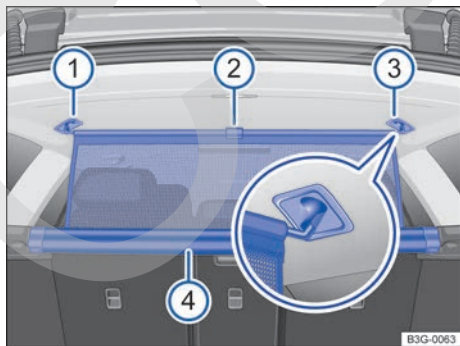

Fig. 196 En el maletero: enganchar la red de separación.
- Tire hacia arriba de la lengüeta → fig. 196 ② para sacar la red de separación de la carcasa ④.
- Enganche la red en el lado derecho → fig. 196 ③ (imagen ampliada).
- Enganche la red en el alojamiento del lado izquierdo → fig. 196 ① comprimiendo la barra transversal.
La red de separación está montada correctamente cuando los extremos en forma de T están enganchedos fijamente en los alojamientos correspondientes → fig. 196 ③ y ①.
- Desenganche la barra transversal de los alojamientos → fig. 196 ③ y ①.
- Enrolle la red en la carcasa → fig. 196 ④ guiándola hacia abajo del todo con la mano.